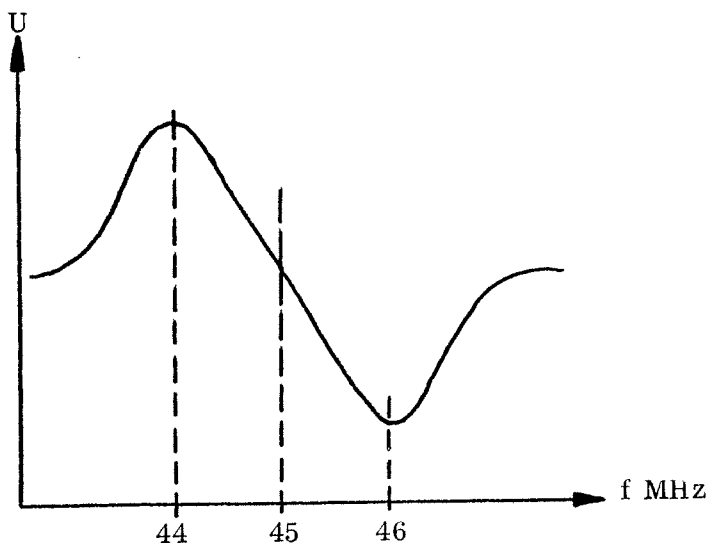

Bild 2. Diskriminatorkurva, mätuttag V4A.
- Sök upp diskriminatorkurvas max- och minnivåer med signalgeneratorns frekvensratt. Spänningskurvan skall överensstämma med bild 2. Kurvas max- och minnivåer skall ligga vid 44 respektive 46 MHz  $\pm 0,2$  MHz.
Lossa låsmuttrarna för trimkondensatorerna C11 och C13. Injusteringen av trimkondensatorerna C11 och C13 är mycket kritisk. Gör därför endast mycket små justeringar i sänder och undersök spänningskruvan efter varje justering. Spänningskurvan skall överensstämma med bild 2.